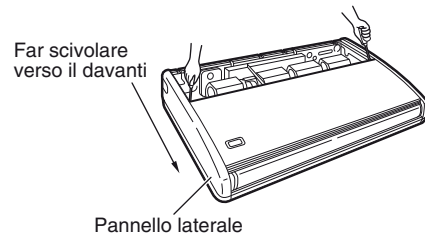

**Fig. 3-8**
- (4) Avvitare i bulloni di sospensione, permettendo loro di protendere dal soffitto (Fig. 3-6 e 3-7). La distanza fra ciascun bullone esposto deve essere uguale con tolleranze entro i 50 mm. (Fig. 3-8)